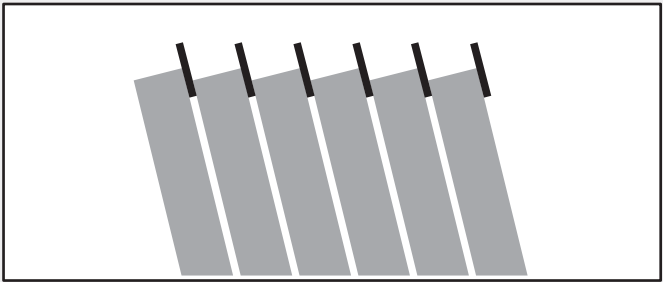

Figura 2 - Detalhe dos separadores de papelão.
h) Na estocagem, é importante utilizar os separadores de papelão originais aplicados nas esquadrias para impedir que o contato entre elas possa danificar o alumínio, conforme figura 2.